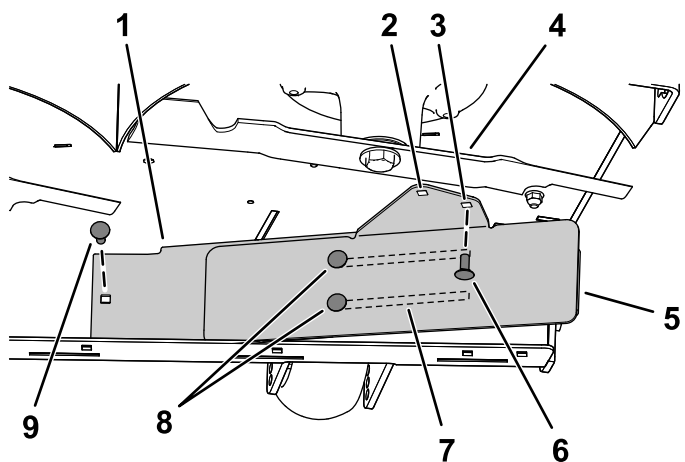

Figure 10
3. Fixez le côté gauche du déflecteur à l'aide d'un boulon de carrosserie (5/16" x 3/4") et d'un écrou à embase (5/16"), comme montré à la Figure 10.
4. Desserrez les 2 boulons de carrosserie (5/16" x 3/4") dans les fentes du déflecteur et faites glisser le déflecteur jusqu'à ce que le trou soit en face du trou dans le plateau de coupe (Figure 10).
5. Montez le déflecteur comme montré à la Figure 10.
**Important:** Veillez à utiliser le trou correct pour le déflecteur ; voir Figure 10.
6. Serrez les 2 boulons de carrosserie (5/16" x 3/4") dans les fentes du déflecteur (Figure 10).